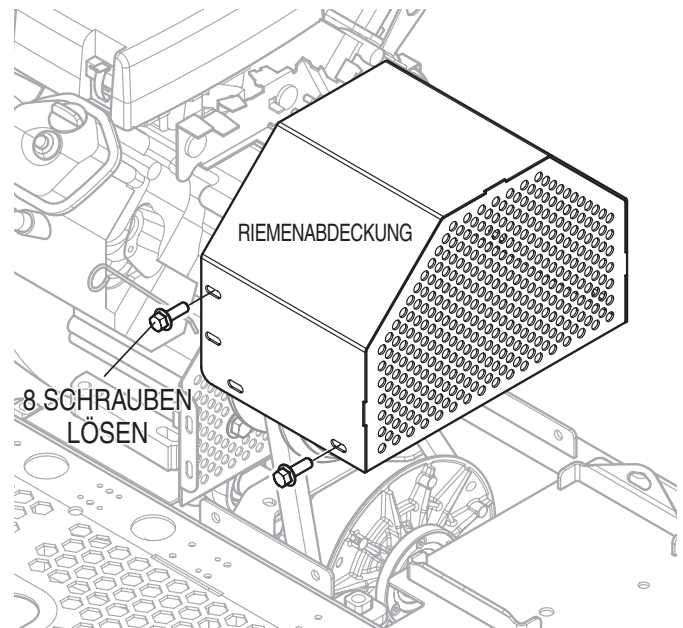

Abb. 16. Entfernen der Riemenabdeckung
Zur Untersuchung des Antriebsriemens die Riemenabdeckung (Abb. 16) abnehmen und eine Sichtprüfung des Riemens auf Beschädigung oder übermäßige Abnutzung vornehmen. Abgenutzte oder beschädigte Antriebsriemen ersetzen.
1. Zum Zugang zum Antriebsriemen die Riemenabdeckung demontieren (Abb. 16).